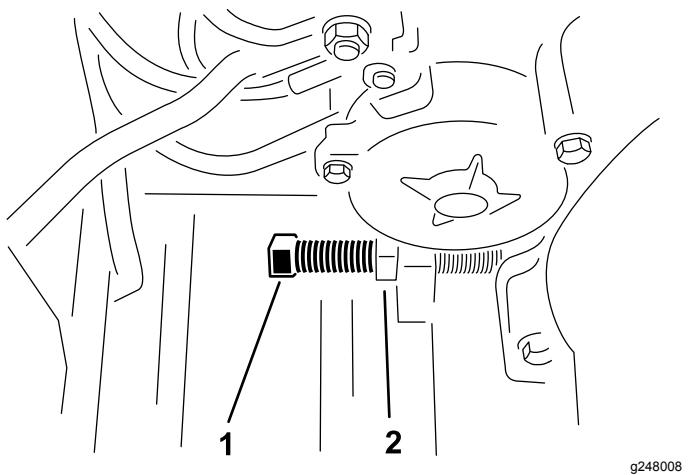

図 22
- ジャムナットをゆるめ、調整ボルトで正しい距離にする図 22。
- エンジンがフレームと並行になるように調整する。エンジン取り付けボルトをさらに、最後まで締め付ける図 22。